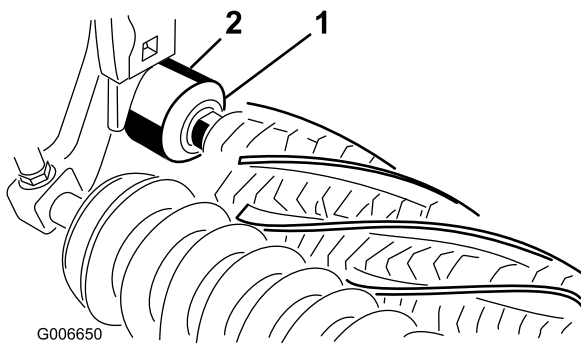

Bild 12
24. Stellen Sie sicher, dass die Dichtungslippe an jeder Abschlussdichtung das Lagergehäuse etwas berührt (Bild 12).